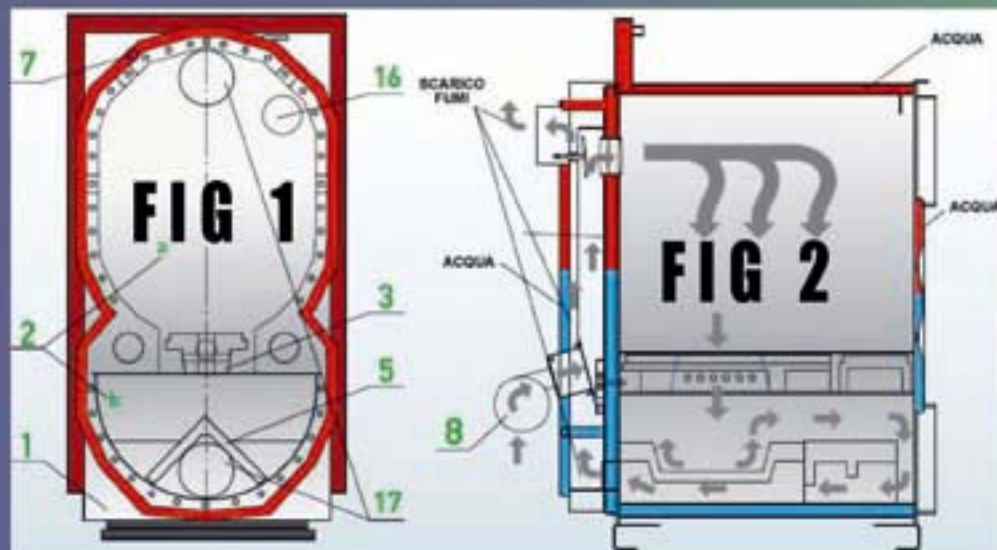

FIG 3
Il corpo della caldaia consiste in un alloggiamento superiore e un alloggiamento più basso collegato attraverso il passaggio a feritoia fatto di materiale di ceramica a prova di fuoco (fig. 3).
2. L'ALLOGGIAMENTO PIU' BASSO - (fig 1, posizione 2b) è dove accade il processo principale della combustione (fiamma rovesciata, fig 4). L'alloggiamento più basso è anche parzialmente protetto con parti di ceramica a prova di fuoco (fig. 3).